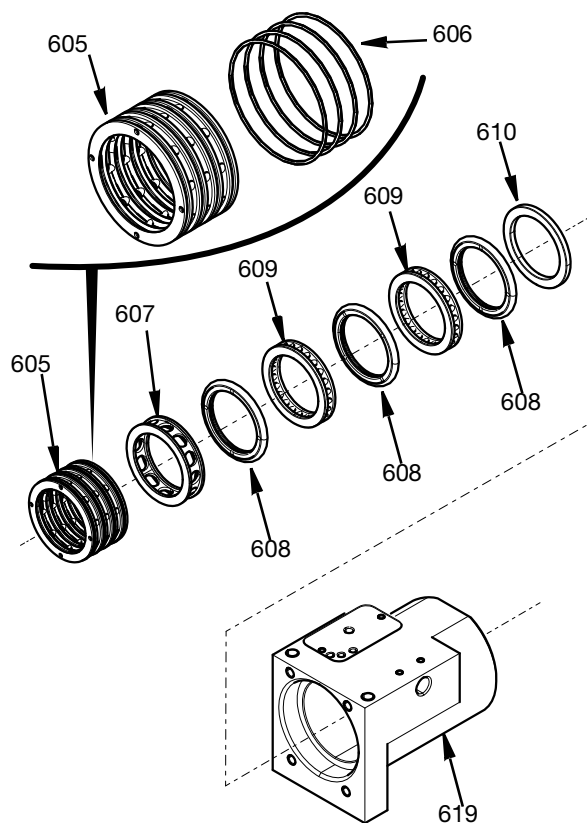

FIG. 22
2. Inserire con attenzione tutte le parti esattamente nel corpo girevole, come mostrato in FIG. 22. Gli O-ring (606) devono essere assemblati sull'anello distributore dell'aria (605) prima di inserirlo nell'alesaggio del corpo girevole. Assicurarsi che tutte le guarnizioni e l'alesaggio del corpo girevole siano lubrificati leggermente prima del montaggio. Vedere FIG. 22.